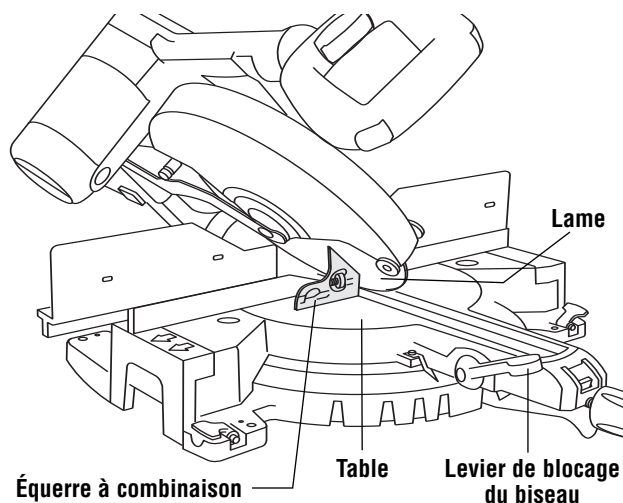

Figure 1. Contrôle de la butée d'inclinaison à 45° à gauche
7. À l'aide de la tête d'une équerre combinée (branche graduée enlevée), contrôlez la position de la lame en butée à 45°. Mettez la tête de l'équerre combinée sur la table et appuyez sa surface à 45° contre la lame. Si la lame ne touche pas l'équerre sur toute sa longueur, (Figure 1), suivez la méthode d'inclinaison.
4. Enlevez la branche graduée de l'équerre combinée et placez cette dernière de manière à appuyer sa surface à 45° contre la lame. (Figure 1)